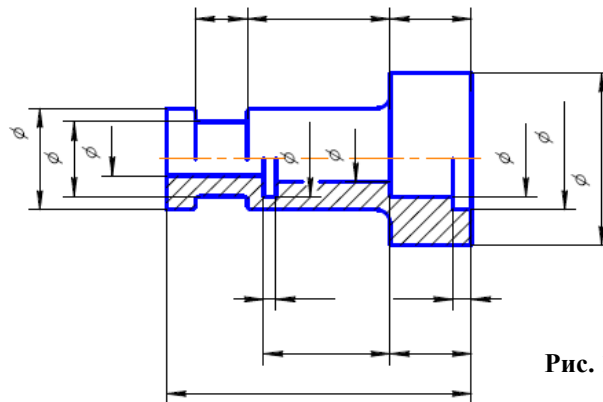

Рис. 12.
25. Размерные линии предпочтительно наносить вне контура изображения, располагая по возможности внутренние и наружные размеры по разные стороны изображения (рис. 12). Однако размеры можно нанести внутри контура изображения, если ясность чертежа от этого не пострадает.
В ряде случаев, пользуясь этим знаком, можно избежать лишних изображений. Так, применение знака  $\emptyset$  позволило для детали на рис. 12 ограничиться одним изображением.